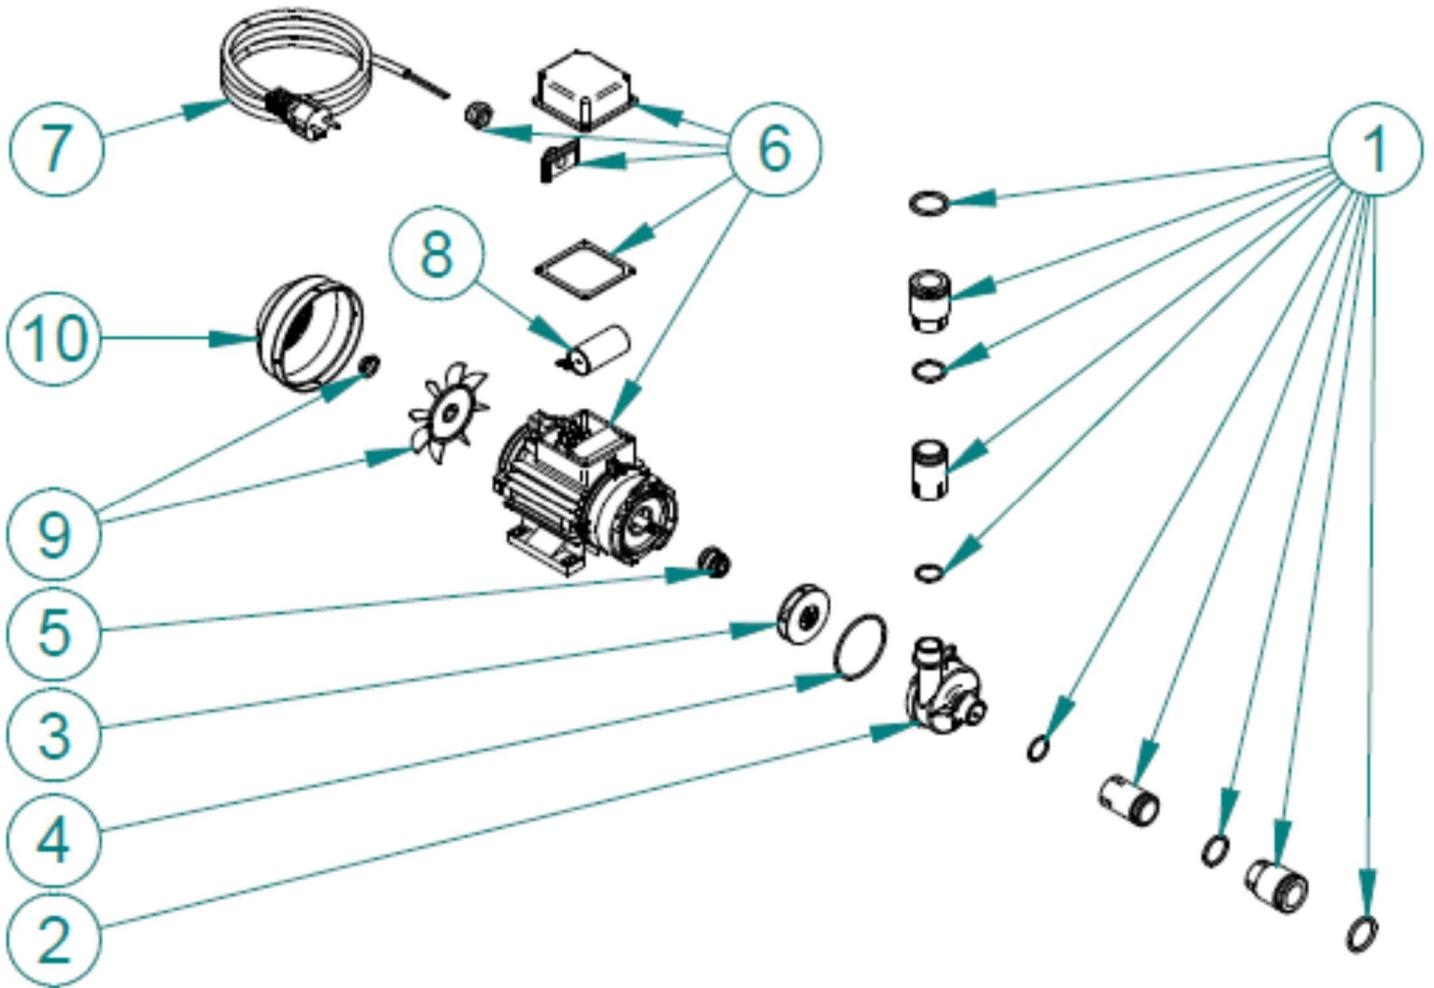

Fig. 19
9. *Girante*: parte frontale del *rotore* costituito da un disco in plastica munito di palette. Con la sua rotazione trasmette all'acqua l'energia meccanica (Fig. 19, # 8) necessaria a spostarla dall'*aspirazione* alla *mandata*.
10. *Tenuta meccanica*: è un componente meccanico atto ad isolare due ambienti, tra i quali vi sia un albero dotato di moto circolare (Fig. 19, # 10).